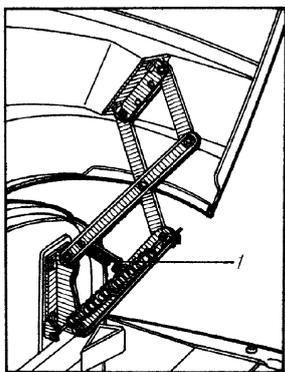

Рис. 3 – Предохранитель механизма подъема капота
6. При обслуживании двигателя механизм подъема капота зафиксируйте предохранительным крючком 1 (рис. 3).